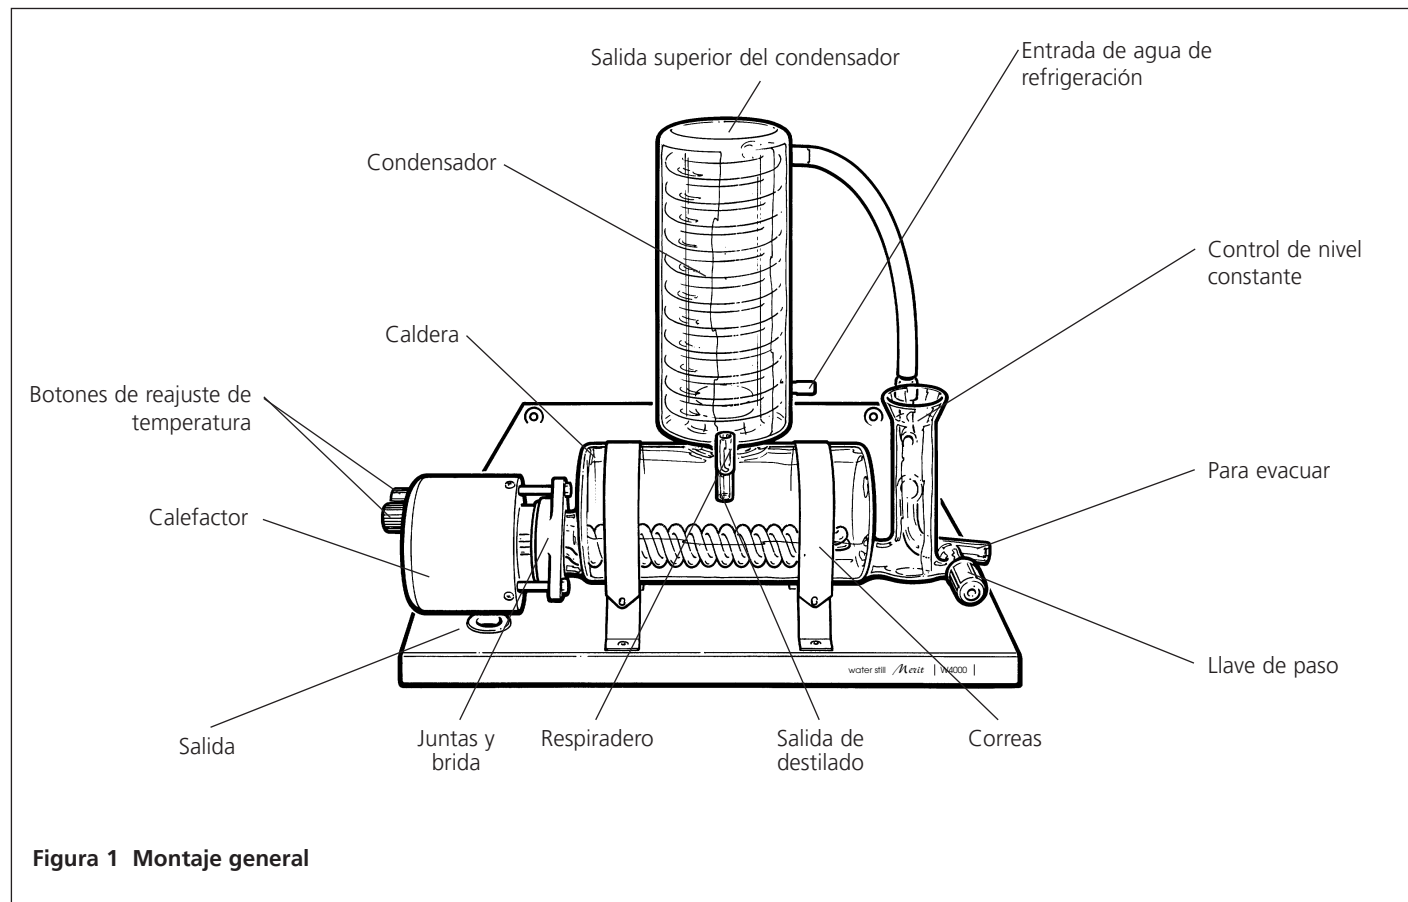

Figura 1 Montaje general
- 6. En el kit de tubos, coja el tubo de plástico de 225 mm de longitud y 8 mm de diámetro que tiene las uniones roscadas en los dos extremos. Según la Figura 1, rosque un extremo del tubo en la salida superior del condensador, y el otro extremo en la rosca de vidrio del control de nivel constante. Si el alambique está montado correctamente, el tubo debe llegar cómodamente, sin tensiones.